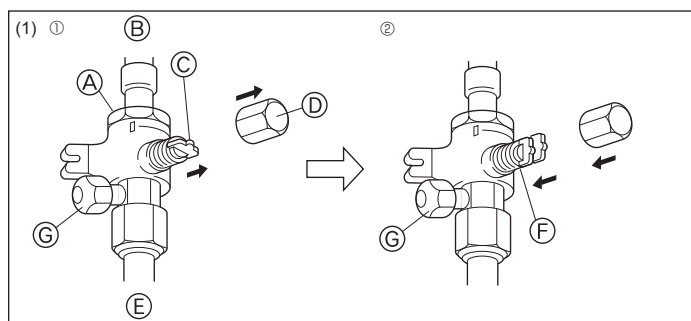

Fig. 4-9
- (1) Строна с газом (Fig. 4-9)
- ① Снимите колпачок, потяните ручку на себя и поверните на 1/4 оборота против часовой стрелки для открытия.
- ② Убедитесь в том, что запорный кран полностью открыт, надавите на ручку и поверните колпачок в первоначальное положение.